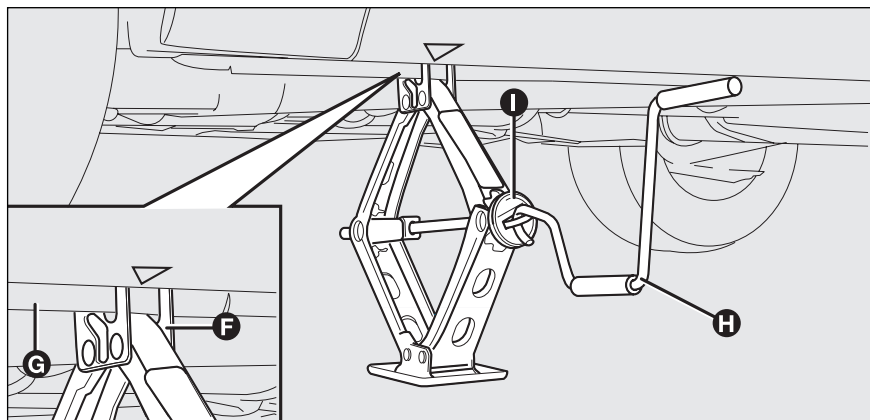

fig. 5
- ☐ assicurarsi che la scanalatura **F**-fig. 5 del cric sia ben calzata sull'aletta **G** del longherone;